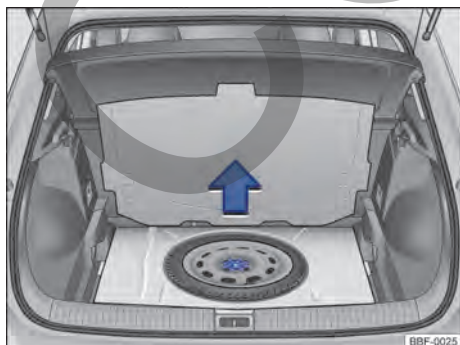

Fig. 198 En el maletero, por debajo del revestimiento del piso: rueda de emergencia y herramientas de a bordo.
Las herramientas de a bordo y la rueda de emergencia están ubicadas en el maletero, debajo de la alfombra → fig. 198.
- Levantar el revestimiento del maletero → fig. 198.